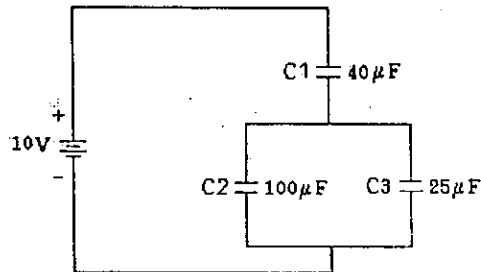

Figura 6
- l) Arme el circuito de la figura 6.